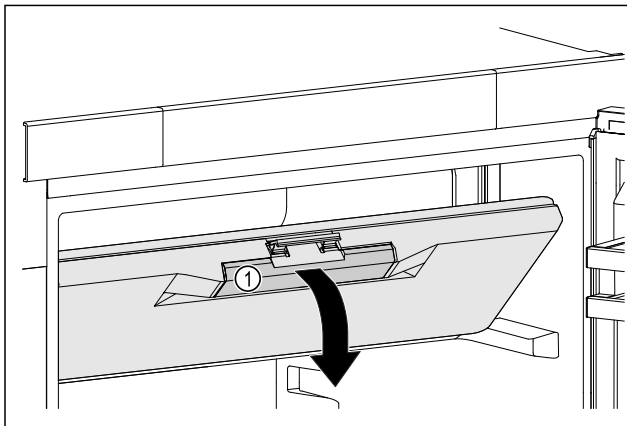

Fig. 27
► Gefrierfachtür an der Griffmulde Fig. 27 (1) anfassen.